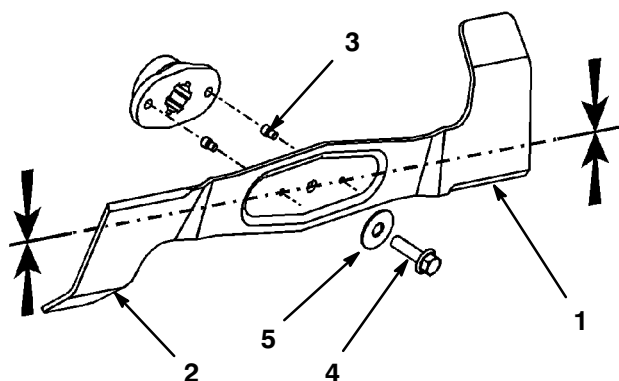

Figure 34
2. Inspecter les arêtes de coupe (Fig. 34). Si elles ne sont pas tranchantes ou si elles présentent des traces de coups, déposer les lames et les aiguiser, voir Aiguisage des lames, page 40.
3. Inspecter les lames, surtout au niveau du pli (Fig. 34). Remplacer immédiatement la lame si elle est usée ou abîmée dans cette zone.
4. Si les goupilles de cisaillement sont cassées, les remplacer immédiatement (Fig. 34).
3. Enlever le boulon, la rondelle et la lame (Fig. 34). Pour enlever le boulon, caler éventuellement la lame en introduisant une cale en bois entre la lame et la tondeuse.
1. Monter les lames avec une rondelle et un boulon de lame (Fig. 34).